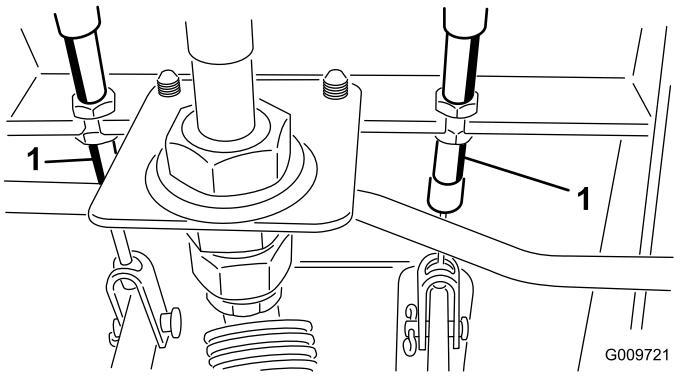

Figura 74
- Afloje la tuerca delantera del extremo roscado del cable de freno (Figura 74).